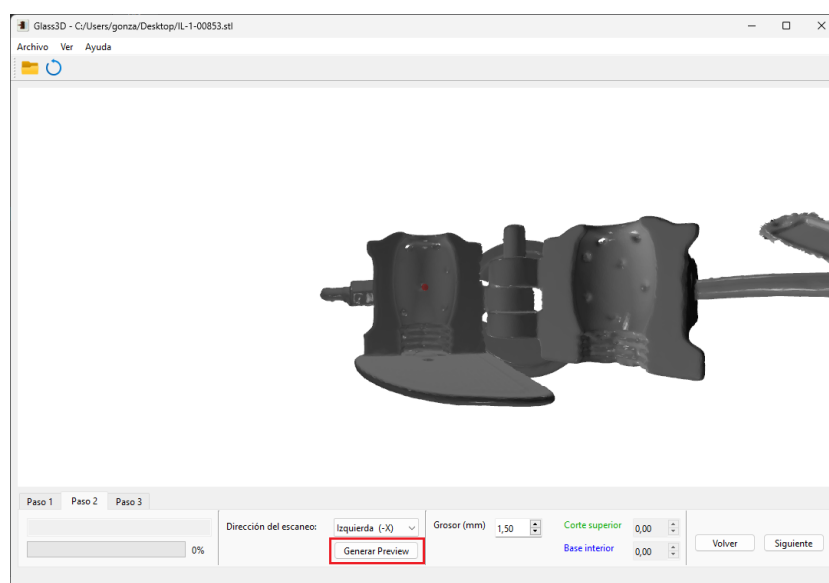

Figura 4: Generar Preview
2. Pulsar el botón de “Generar Preview”. Figura 4.